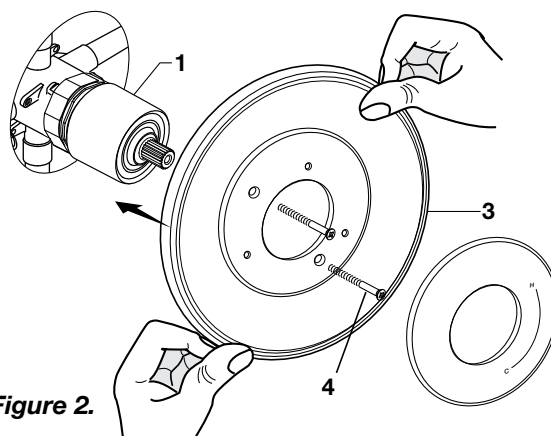

Figure 2.
☒ **Figure 2.** Enfoncez l'ÉCUSSE (3) sur le CAPUCHON (1) et fixez-le sur le corps de valve avec des VIS LONGUES (4).